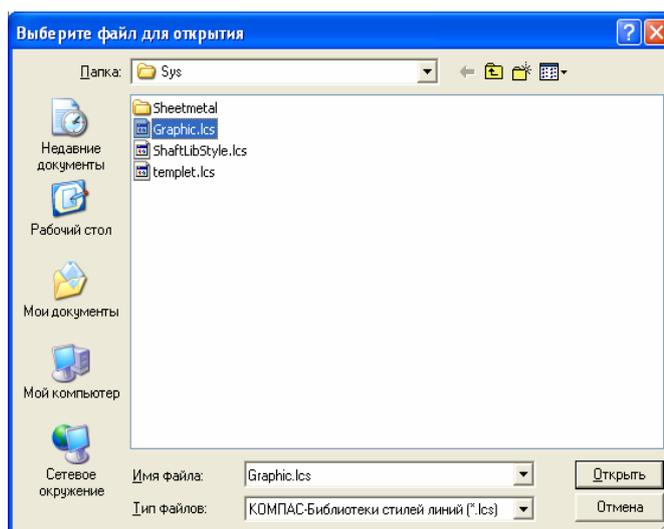

Рис. 4. Диалоговое окно выбора библиотеки стилей линий
4. Щелкните по кнопке (Библиотека), расположенной в правой части окна. Откроется диалоговое окно выбора библиотеки стилей линий (рис. 4).